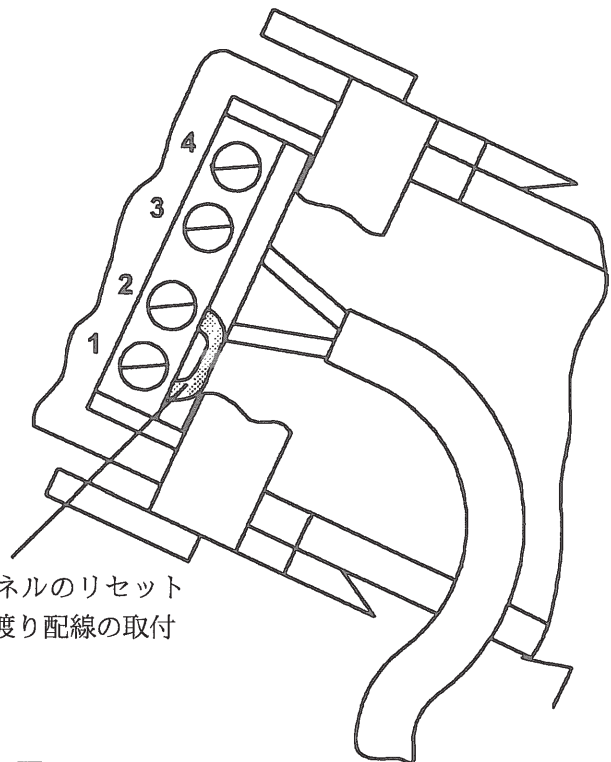

図 4.
- ・ 端子1および端子2の間に、渡り配線を入れて、加えます (図4参照)。